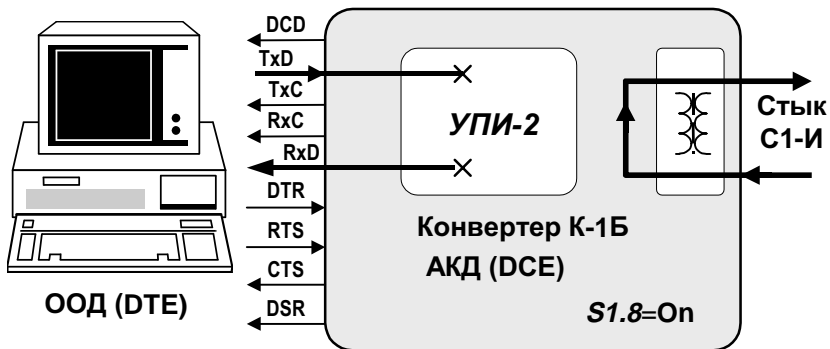

Рис. 14 Проверка *Цифровой шлейф (DL)* для АКД (DCE)
Рис. 14 иллюстрирует принцип проверки *Цифровой шлейф (DL)*, если конвертер находится в режиме АКД (DCE) устройства. Следует заметить, что *проверка DL возможна только при синхронизации оборудования со стыком С1-И от одного генератора, т.е. одна стойка является ведущей, а вторая – ведомой (см.стр.30).*